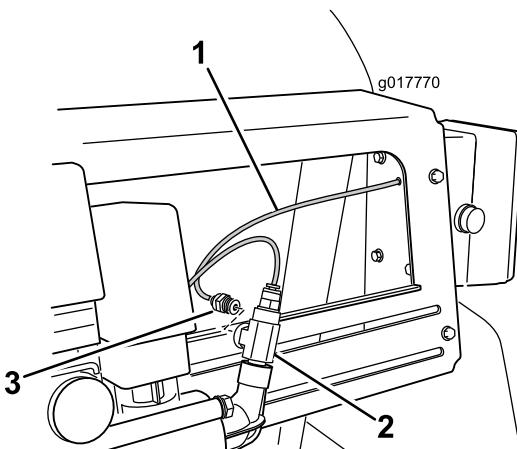

图7
3. 找到控制箱背面的红色压力表管, 将它安装在三通接头 (图7) 的开口处。